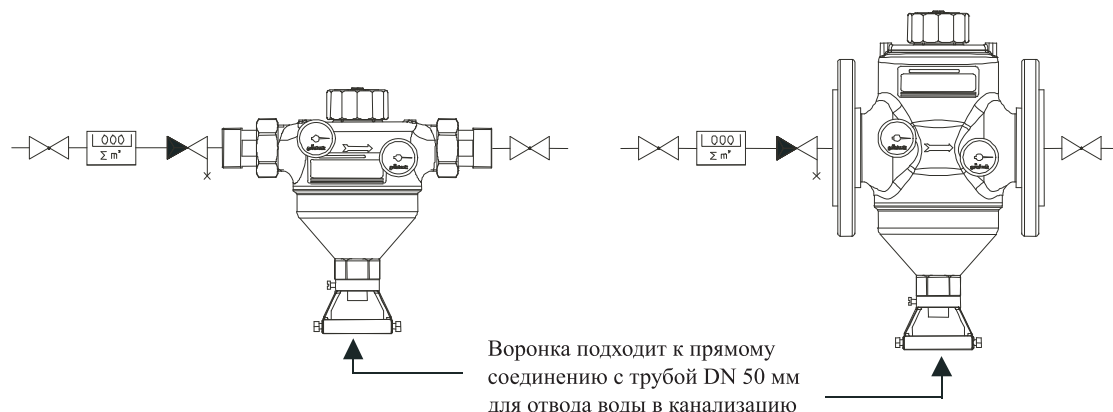

Рис. D-2: Пример монтажа фильтра GENO® - MX
1. Произвести подсоединение к трубопроводу с водой согласно примеру монтажа (рис. D-2). При этом учитывайте рекомендации раздела D-1, а также направление потока воды.